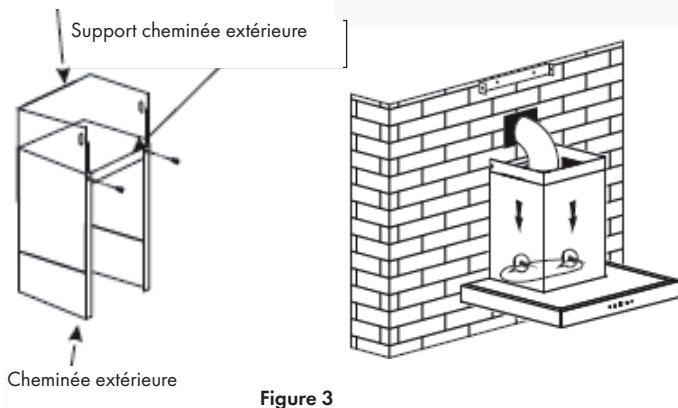

Figure 3
3. Fixez le support de la cheminée extérieure à la cheminée extérieure avec 2 vis (ST 4 * 8 mm) et assurez-vous que la cheminée intérieure reste librement réglable en hauteur. Montez ensuite la cheminée sur la hotte aspirante et guidez le conduit d'extraction vers l'ouverture murale. Fixez le conduit d'extraction à l'ouverture murale avec l'attache de câble (voir figure 3).
4. Ajustez la hauteur de la cheminée intérieure à la position du support de cheminée intérieure et fixez-la avec 2 vis (ST 4 * 8 mm). Une fois que vous avez réglé la hauteur et la position, fixez le boîtier avec une vis de sécurité (voir les figures 3 et 4).